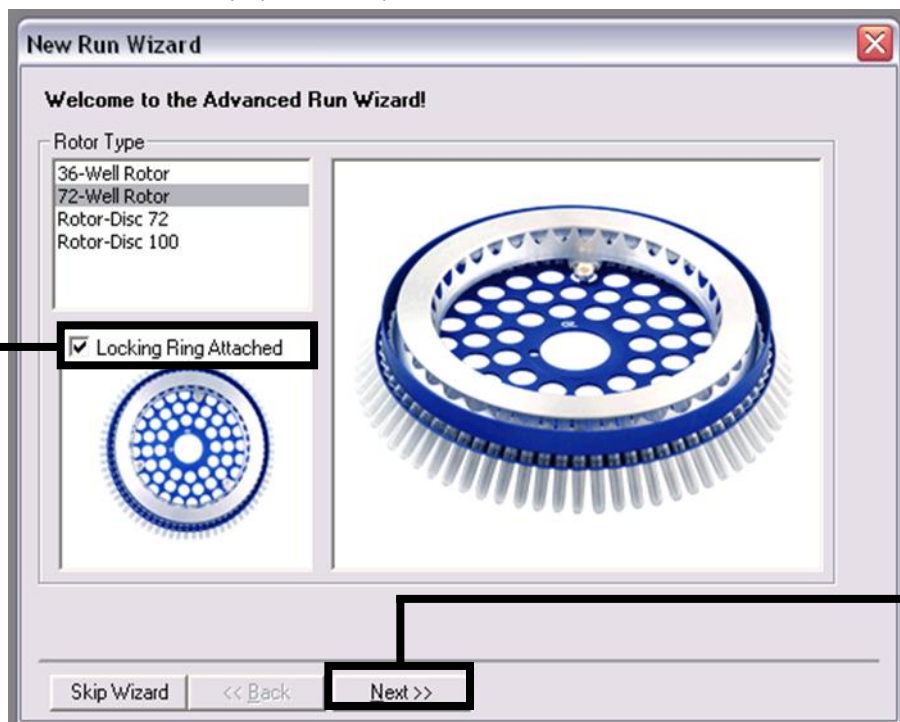
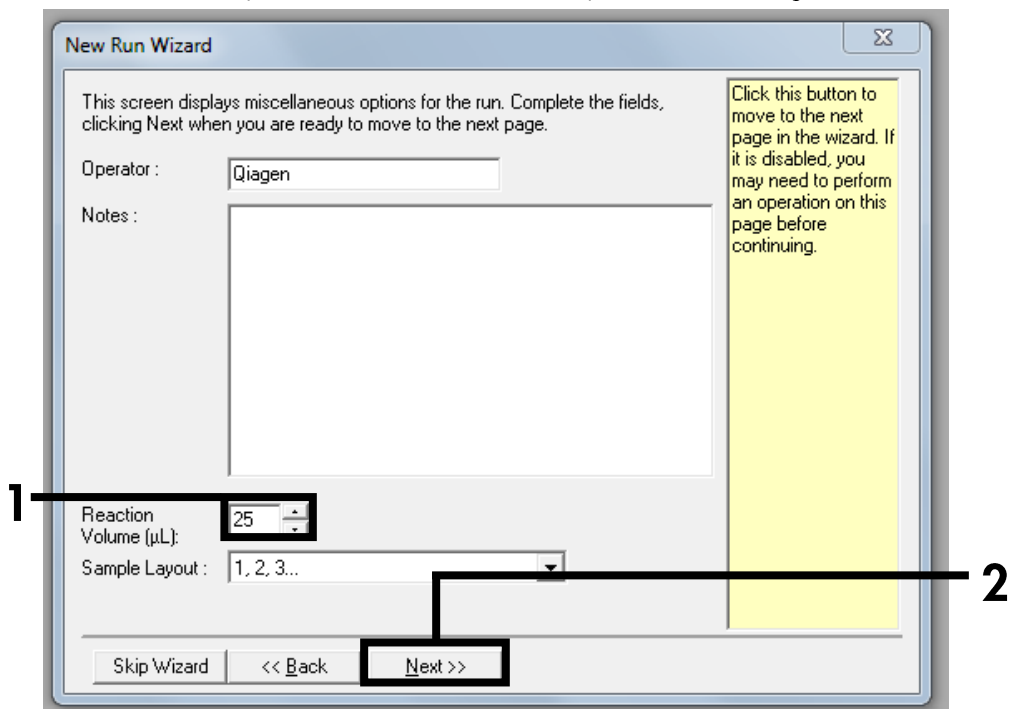

Figure 2. Boîte de dialogue « New Run Wizard ».
Figure 3. Définition des paramètres généraux d'analyse.
Définition des paramètres généraux d'analyse	Figure 2, Figure 3
7. Commencer par ouvrir la boîte de dialogue « New Run Wizard » (Assistant de lancement d'un nouveau cycle) (**Figure 2**). Cocher la case « Locking Ring Attached » (Anneau de blocage posé) et cliquer sur « Next » (Suivant).
8. Sélectionner 25 pour le volume réactionnel et cliquer sur « Next » (Figure 3).